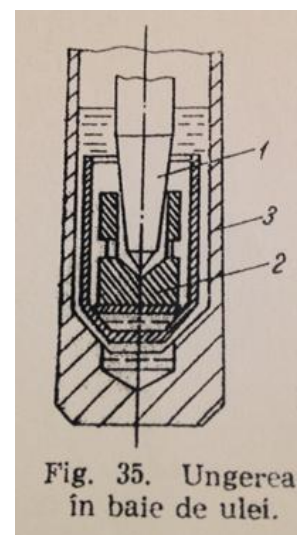

Fig. 35. Ungerea în baie de ulei.
d) **Ungerea în baia de ulei (fig. 35)** – se efectuează prin montarea în locurile ce necesită ungerea (fusul 1 și crapodina 2) a unei băi de ulei 3.